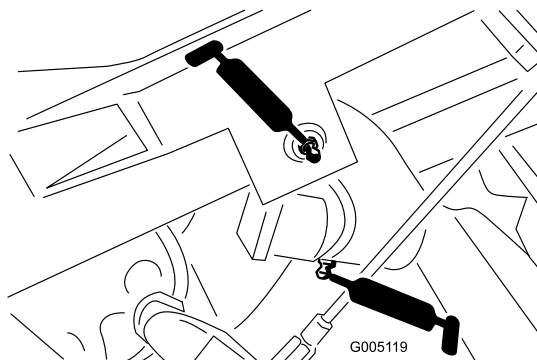

図 41
- ・ 昇降アームのピボット（3か所）とピボット・ヒンジ（3か所）（図 41）